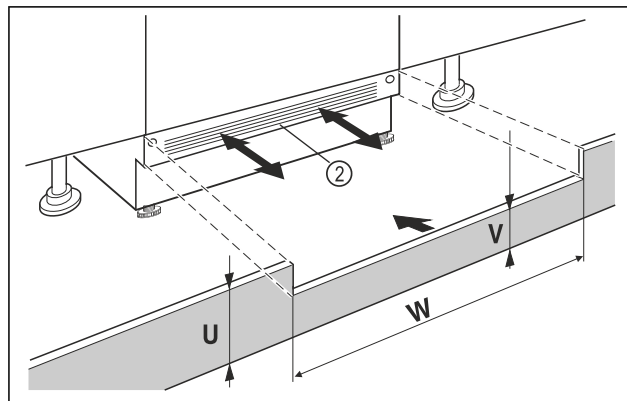

Fig. 40 Shembull ilustrues
- Vendosni kapakun e bazamentit të pajisjes Fig. 40 (2) por mos e fiksoni akoma.
- Kur kapaku i bazamentit është i dukshëm Fig. 40 (2), tërhiqeni atë përpara deri në atë pikë që buza e përparme e rrjetës së ajrimit dhe kapaku i bazamentit të mobilies të jenë në një nivel.
- Kur kapaku i bazamentit është i fshehur Fig. 40 (2), shtyjeni atë plotësisht prapa.
- Sigurohuni që kanalet e ajrimit të jenë plotësisht të lira: Nëse nevojitet, shkurtoni lartësinë e kapakut të bazamentit të mobilies Fig. 40 (U)!
- Përshtatni lartësinë Fig. 40 (V) nën kapakun e bazamentit të pajisjes Fig. 40 (2) përgjatë gjerësisë së dollapit Fig. 40 (W).